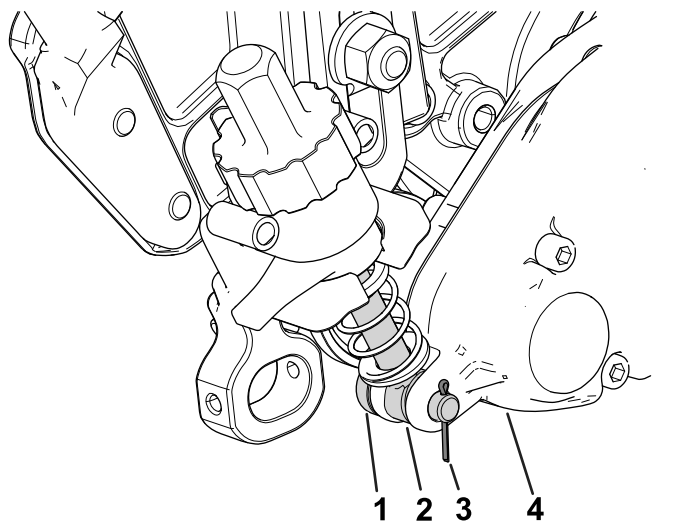

Figure 12
3. Glissez la tige du bras de réglage près du boîtier d'entraînement du groomer dans l'espace sur le boîtier d'entraînement et fixez-la avec une goupille de réglage et une goupille fendue (Figure 12).